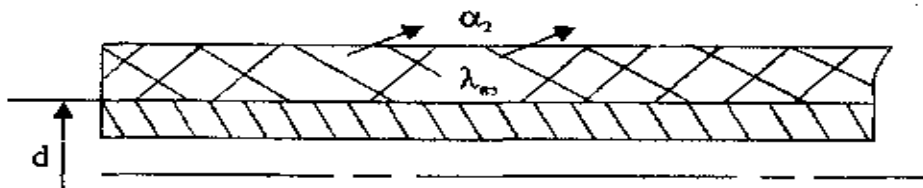

Рисунок 7.5
**Задача 7.5.** Цилиндрическая труба с наружным диаметром 100 мм (рисунок 7.5) покрыта однослойной изоляцией с коэффициентом теплопроводности  $\lambda_{из} = 0,2 \text{ Вт}/(\text{м} \cdot \text{К})$ . Коэффициент теплоотдачи от наружной поверхности изоляции к окружающей среде  $\alpha_2 = 5 \text{ Вт}/(\text{м}^2 \cdot \text{К})$ .